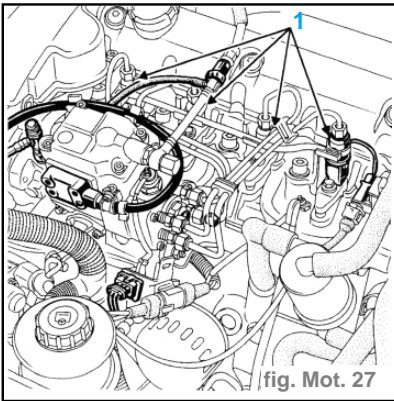

fig. Mot. 27
- Déposer les tuyaux de haute pression (1). (fig. Mot. 27)